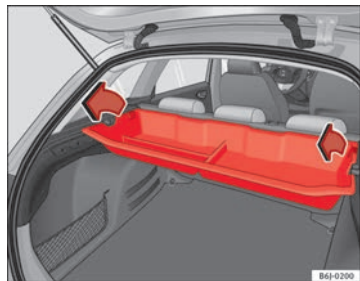

Fig. 100 Smontaggio del cassetto portaoggetti
- Estrarre il pianale portaoggetti e tirare verso l'alto per le estremità del cassetto portaoggetti → fig. 100.